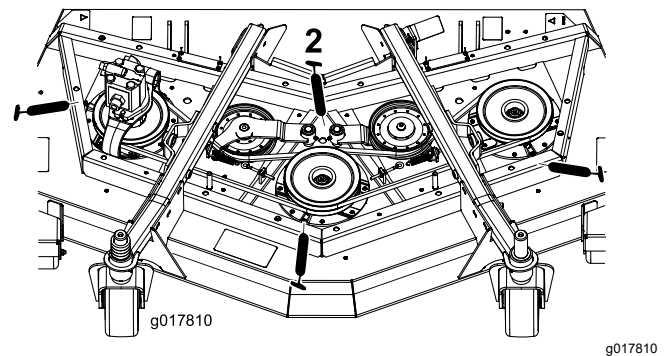

Bild 45
- Drei Spindelwellenlager (unter der Riemenscheibe) (Bild 45)
- Zwei Spannarm-Drehbüchsen (Bild 45)